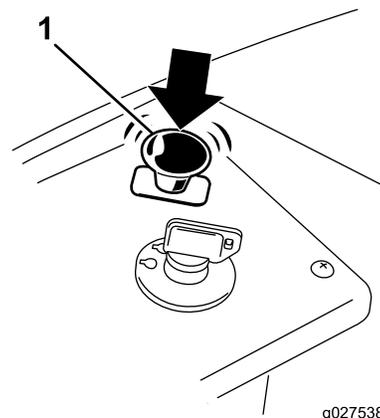

Figura 12
1. Desengate as lâminas movendo o interruptor de controlo da lâmina para Off (Figura 12).